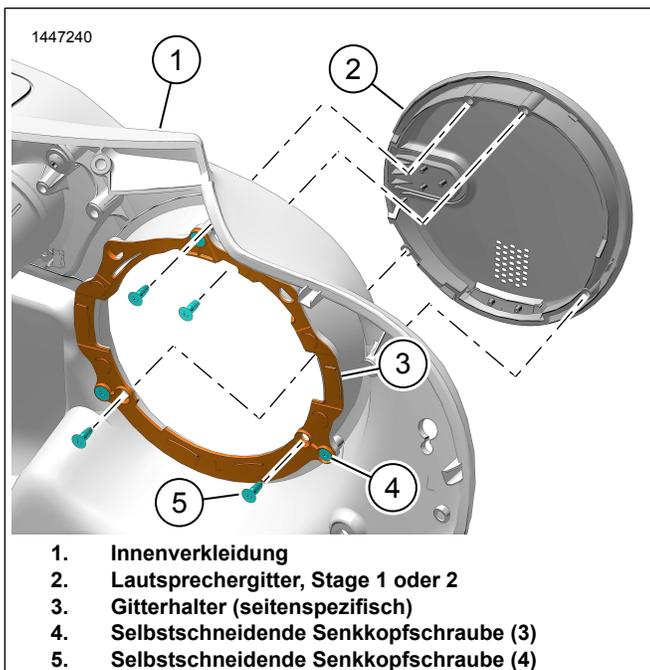

Abbildung 2. Baugruppe Lautsprechergitter
1. Siehe Abbildung 2. Gitterhalter an der Innenverkleidung anbringen.
- a. Gitterhalter (3) an der Innenverkleidung (1) anbringen.
- b. Die Schrauben (4) anbringen. Festziehen.
2. Siehe Abbildung 2. Lautsprechergitter an der Innenverkleidung anbringen.
- a. Lautsprechergitter (2) an der Innenverkleidung (1) anbringen.
- b. Die Schrauben (5) anbringen. Festziehen.